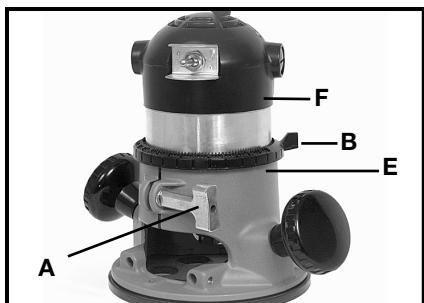
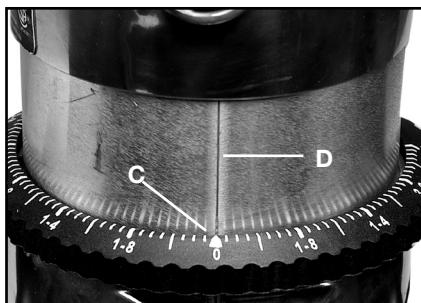

Fig. 3A
Fig. 3B
1. Abra la palanca de la abrazadera(A) Fig. 3A
2. Mientras detiene la base (E) gire el motor (F), Fig. 3A, en SENTIDO CONTRARIO a las manecillas del reloj hasta que la punta de la broca esté un poco arriba de la parte más baja de la superficie de la base.
4. Gire el motor (F) Fig. 3A en SENTIDO A las manecillas del reloj hasta que la broca toque la superficie de la madera.
5. Apriete la palanca de la abrazadera (A) Fig 3A.
6. Gire el anillo calibrador para ajustar la profundidad (B), Fig. 3A, hasta que la marca de cero (C) Fig. 3B esté alineada con la línea de índice (D) Fig. 3B en la caja del motor.
7. Abra la palanca de la abrazadera (A) Fig. 3A.
8. Incline el ráuter hasta que la broca esté libre de la superficie de la madera. Gire la caja del motor (F), Fig. 3A, en SENTIDO a las manecillas del reloj hasta que la línea de índice (D) Fig. 3B en la caja del motor llegue a la profundidad deseada e indicada en el anillo calibrador.
9. Apriete la palanca de la abrazadera (A) Fig. 3A firmemente.